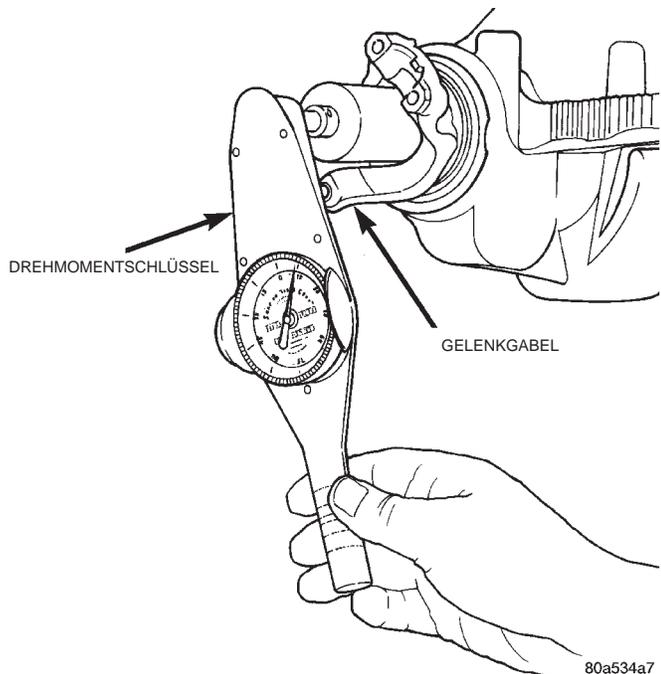

Abb. 50 Drehmoment des Antriebskegelrads messen
(11) Die Mutter in Schritten von 6,8 N·m (5 ft. lb.) so lange anziehen, bis das zum Drehen der Welle erforderliche Drehmoment korrekt eingestellt ist. Während dieser Arbeit das Drehmoment häufig ablesen, damit der Quetschring nicht zu stark zusammengequetscht wird (Abb. 50).
(12) Das zum Drehen des Antriebskegelrads erforderliche Drehmoment (= Vorspannung des Lagers) mit einem Drehmomentschlüssel messen (Abb. 50). Vorgeschriebene Werte:
(13) Ausgleichkorb in Differentialgehäuse einbauen.